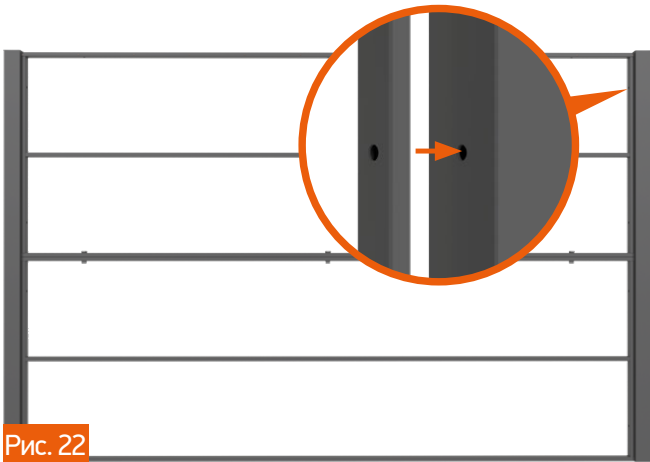

Рис. 22
2. Наметьте места для подготовки отверстий в столбе и просверлите отверстия под шпильку M10. Установите секцию между столбами. Рис. 22.